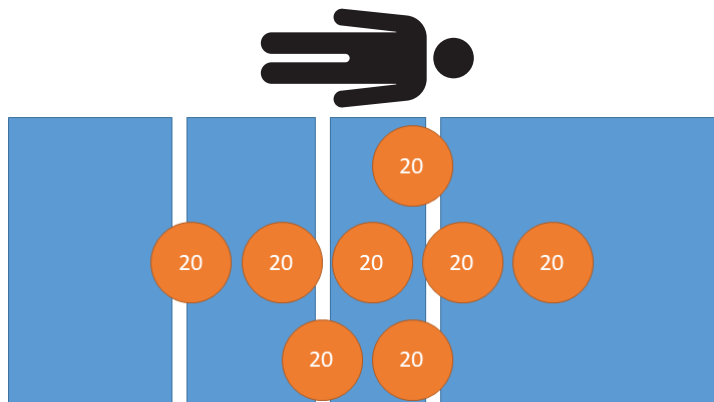

Figura 21 – Test delle prestazioni di pesatura - 160 kg
4. Utilizzando pesi calibrati, collocare 160 kg sul prodotto (Figura 21).
8. Utilizzando pesi calibrati, collocare 160 kg sul prodotto (Figura 21).